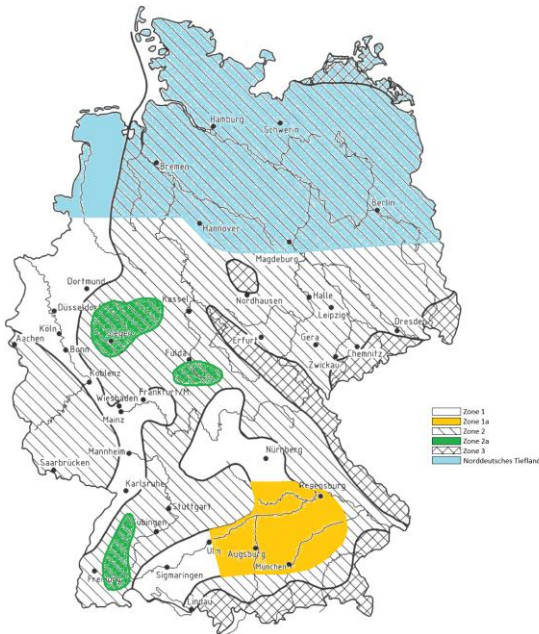

Bild 2: Schneelastzonenkarte für Deutschland (Quelle: DIN EN 1991-1-3/NA:2010-12)
- $S_k$  charakteristische Schneelast lt. Schneelastzonenkarte (siehe Bild 2)